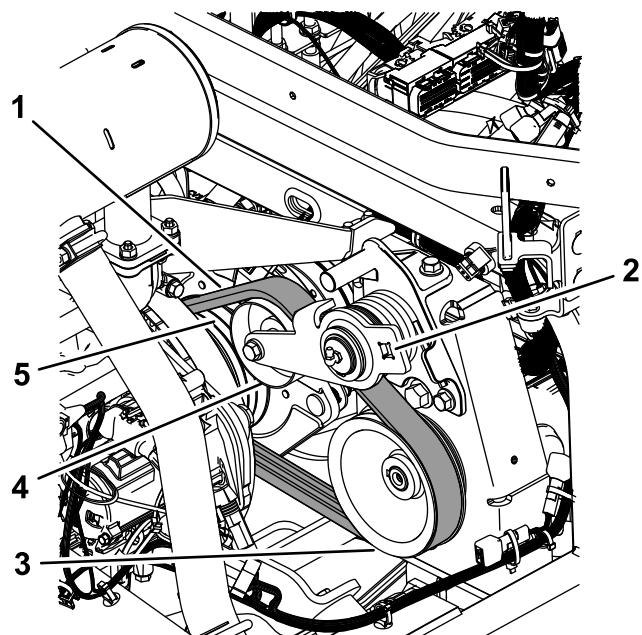

図 73
3. もう一人がベルトを、エンジンプーリー、アイドラプーリー、ポンププーリーに取り付ける図 73。